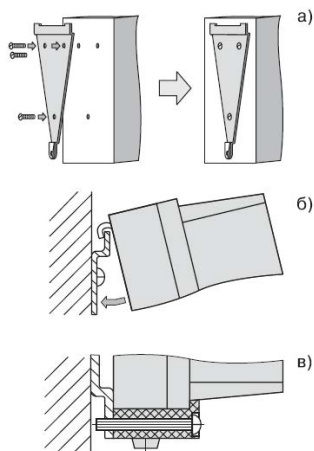

Рисунок 7.1 – Установка прибора настенного крепления
- 1) Закрепите кронштейн тремя винтами М4 на поверхности, предназначенной для установки прибора (см. Приложение А и рисунок 7.1, а).
- 3) Зацепите крепежный уголок на задней стенке прибора за верхнюю кромку кронштейна (рисунок 7.1, б).
- 3) Прикрепите прибор к кронштейну винтом М4 × 35 из комплекта поставки (рисунок 7.1, в).